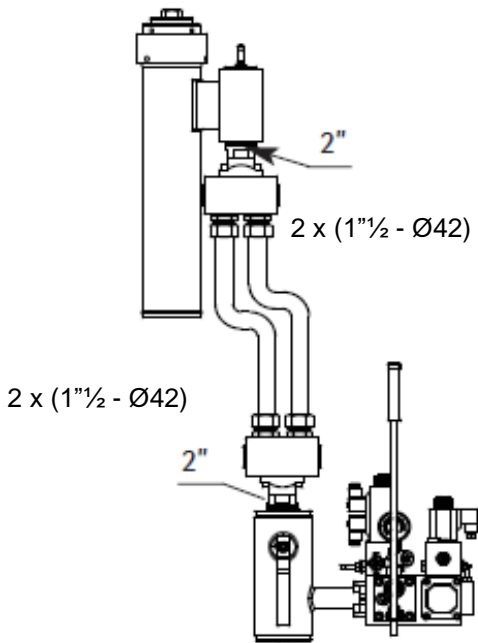

Fig. 4 Collegamento con n°2 Tubi Ø42
- Con due tubi in acciaio diametro 42 mm in parallelo e due raccordi a 3 vie 1"1/2 x 2" x 1"1/2 (vedere Fig. 4)